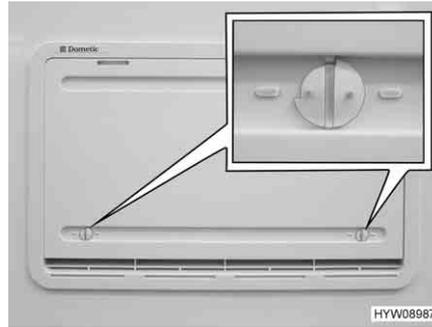

Fig. 193 Copertura invernale
Se il funzionamento del frigorifero avviene a basse temperature esterne, il produttore consiglia l'utilizzo di una copertura invernale (Fig. 193) per la griglia di aerazione del frigorifero.
- Aprire entrambi i bloccaggi (Fig. 193), la scanalatura risulterà orizzontale.